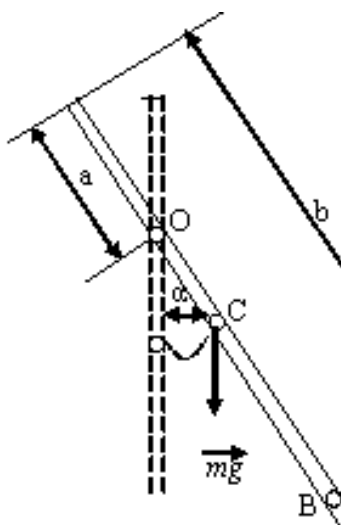

Рис. 5
15. Тонкий однородный стержень длиной $l = 1\text{ м}$ может свободно вращаться вокруг горизонтальной оси, проходящей через O на стержне (рис.5). Стержень отклонили от вертикали на угол α и отпустили. Определить для начального момента времени угловое ε и тангенциальное a_τ ускорение точки B на стержне. Вычисления произвести для следующих случаев: 1) $a = 0$, $b = 2/3l$, $\alpha = \pi/2$; 2) $a = l/3$, $b = l$, $\alpha = \pi/3$; 3) $a = l/4$, $b = l/2$, $\alpha = 2/3\pi$.